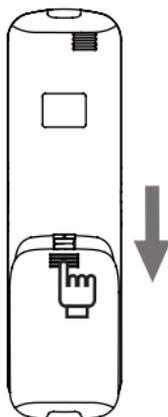

Figura 2.6
1) Deslice para mover la tapa de las pilas situada en la parte posterior del control remoto en la dirección indicada por la flecha (figura 2.6).